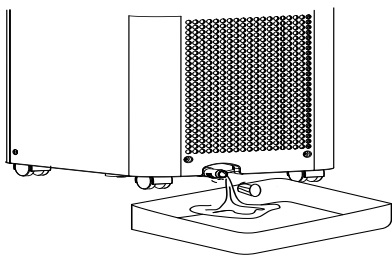

Fig. 1
- Antes de almacenarlo, asegúrate de retirar el tapón de goma del orificio de desagüe situado en la parte inferior (n.º 9) y coloca un recipiente para recoger el agua drenada. (Fig. 1) Enciende la unidad en el modo de circulación de aire durante unas horas para que se seque la humedad de los intercambiadores de frío internos y así prevenir la formación de moho.